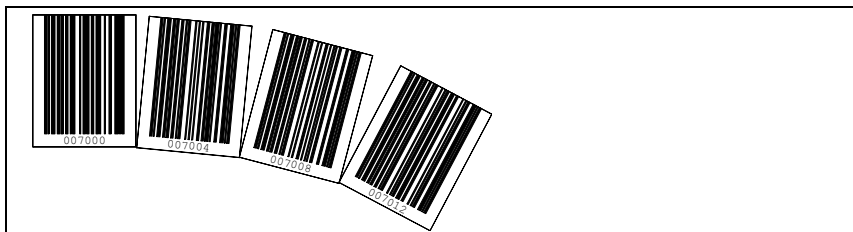

Figura 6.4: Intaglio del nastro di codici a barre in traiettorie curve
*Per incollarlo su una traiettoria curva, l'NCB va intagliato in parte sulla linea di taglio ed incollato a ventaglio lungo la curva, tenendo presente di non sottoporlo a trazione (vedi figura 6.4).*